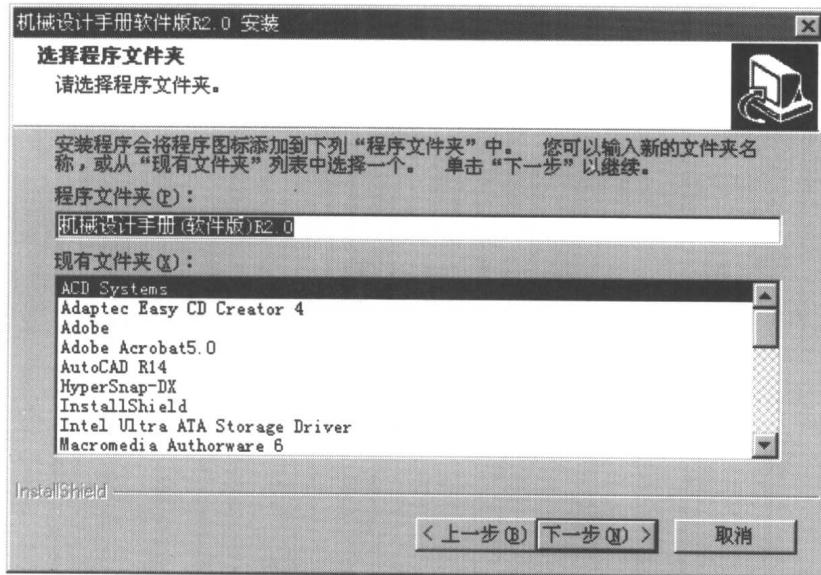

图 1.7 选择程序文件夹界面
7) 单击“下一步”按钮，出现选择程序文件夹界面（图 1.7），您可以输入新的文件夹名，或从现有文件夹列表中选择一个，单击“下一步”按钮继续进行后续安装。